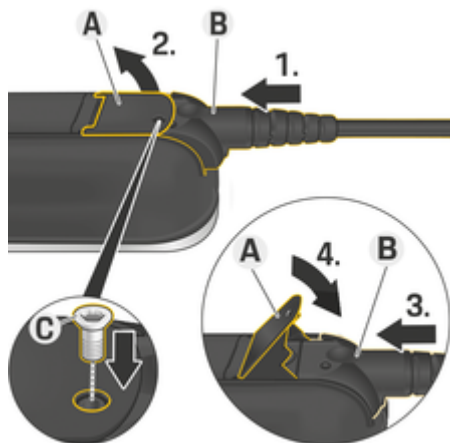

図. 237 ケーブルの接続とプラグの固定
- ✓ レバー A (図. 237) が閉じている。
1. 抵抗を感じる所までプラグ B (図. 237) をコントロールユニットに挿入します。
2. リフトレバー A (図. 237)。
3. プラグ B (図. 237) を完全に押し込みます。
4. レバー A (図. 237) を閉じます。
5. スクリュー C (図. 237) を使用してプラグ B (図. 237) をコントロールユニットに固定します。